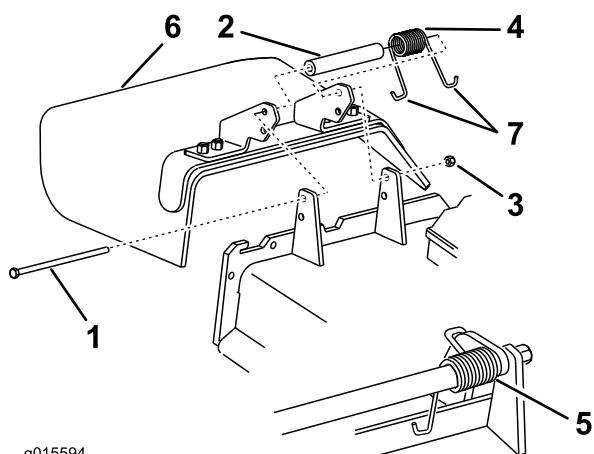

Figura 59
Nota: Coloque un gancho en J del muelle detrás del reborde de la carcasa antes de instalar el perno, según se muestra en Figura 59.
3. Instale el perno y la tuerca. Coloque un gancho en J del muelle alrededor del deflector de hierba (Figura 59).
1. Retire la contratuerca, el perno, el muelle y el espaciador que sujetan el deflector a los soportes de pivotaje (Figura 59).